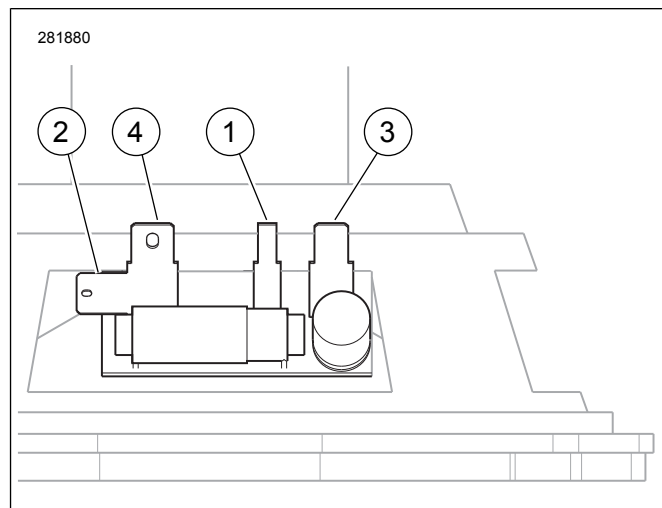

Abbildung 2. Kabelschuhkontakte für Bagger-Lautsprecher
3. Siehe Abbildung 2. Die Kabel vom am Gitter montierten Hochtonlautsprecher zu den Kabelschuhkontakten (1) und (2) auf der Rückseite des Lautsprechers anschließen. Kabelschuhkontakte in unterschiedlicher Größe verhindern einen falschen Zusammenbau.
6. Siehe Abbildung 2. Die Buchsenkontakte vom Fahrzeugkabelbaum an den Kabelschuhkontakten (3) und (4) auf der Lautsprecherrückseite befestigen. Kabelschuhkontakte in unterschiedlicher Größe verhindern einen falschen Zusammenbau.
2. Siehe Abbildung 2. Die Kabel vom am Gitter montierten Hochtonlautsprecher zu den Kabelschuhkontakten (1) und (2) auf der Rückseite des Lautsprechers anschließen. Kabelschuhkontakte in unterschiedlicher Größe verhindern einen falschen Zusammenbau.
3. Die Buchsenkontakte vom Fahrzeugkabelbaum an den Kabelschuhkontakten (3) und (4) auf der Lautsprecherrückseite befestigen. Kabelschuhkontakte in unterschiedlicher Größe verhindern einen falschen Zusammenbau.